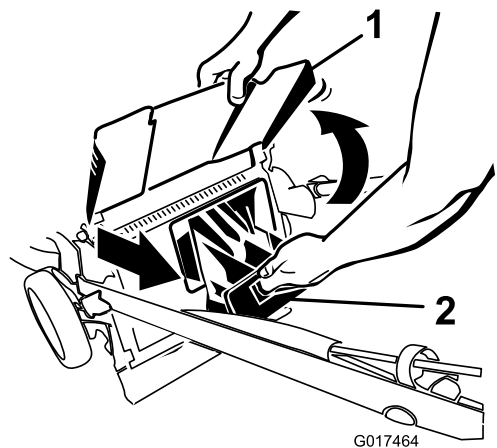

Figura 26
2. Levante y sujete el deflector de descarga (Figura 26).
3. Saque el tapón de descarga trasera (Figura 26).